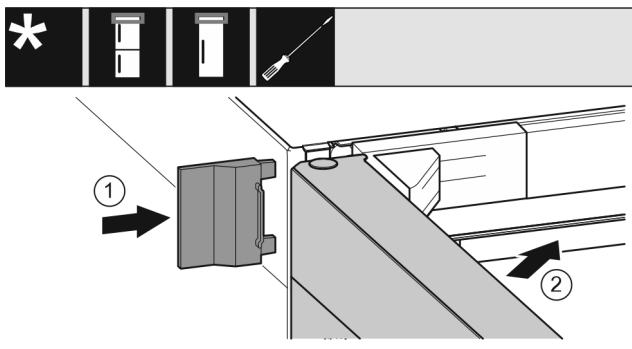

Fig. 20
- ▶ Нахлузете външния капак. Fig. 20 (1)
- ▶ Затворете горната врата. Fig. 20 (2)